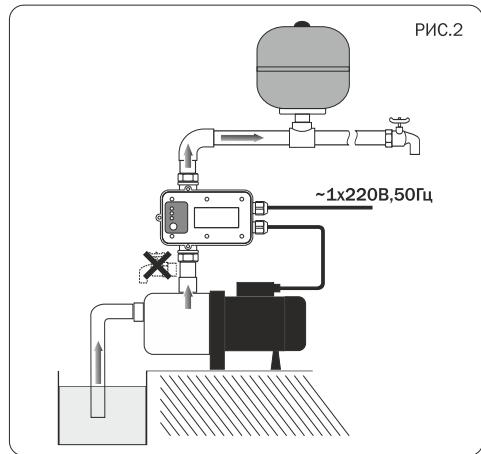

РИС.2
- 5.1 Реле PRESSCONTROL устанавливается в напорной магистрали насоса между насосом и первой точкой водоразбора (рис.2). Не допускаются точки водоразбора между насосом и устройством. Обратите внимание, что направление потока воды, проходящего через устройство допустимо только в одном направлении согласно рис.2 .
Внимание: Если в системе устанавливается гидроаккумулятор (мембранный бак), то он должен быть установлен в напорной магистрали после реле по ходу движения воды от насоса (рис.2). Методика расчета объема бака и его настройки в данном руководстве не приводится.